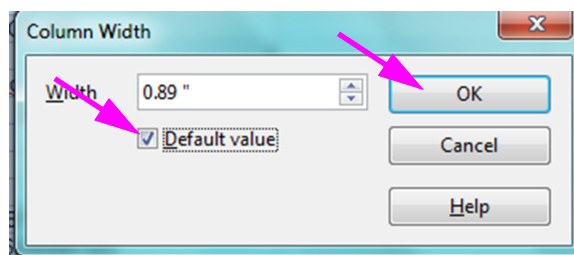

Figura 5-67. Finestra di dialogo Column Width (Larghezza colonne)
8. Fare clic sulla casella di controllo a sinistra del campo **Default value** (Valore predefinito), quindi fare clic su **OK** per chiudere la finestra di dialogo. La larghezza delle colonne verrà quindi regolata e il file verrà formattato, come mostrato nella Figura 5-67. Fare clic in un punto qualsiasi delle colonne vuote per “deselezionare” le caselle blu e farle diventare di nuovo bianche.